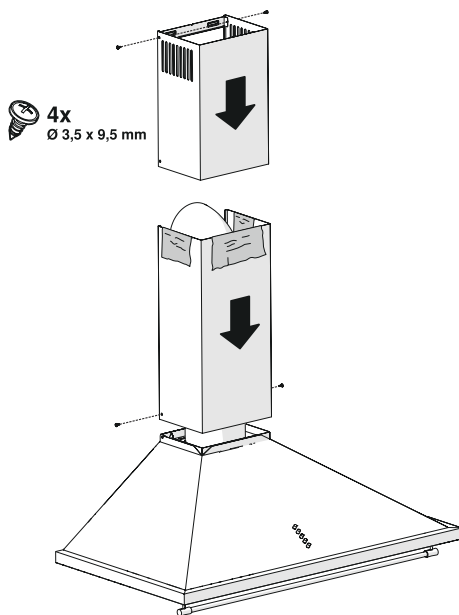

Fig. 12
- S'il y a des feuilles de protection sur les conduits, retirez-les (Fig. 12).
- En tirant le conduit supérieur vers le haut et en le vissant à la plaque de raccordement du conduit par les côtés gauche et droit.(Fig. 12).
- Montez le conduit inférieur sur le corps par les côtés gauche et droit. (Fig. 12).